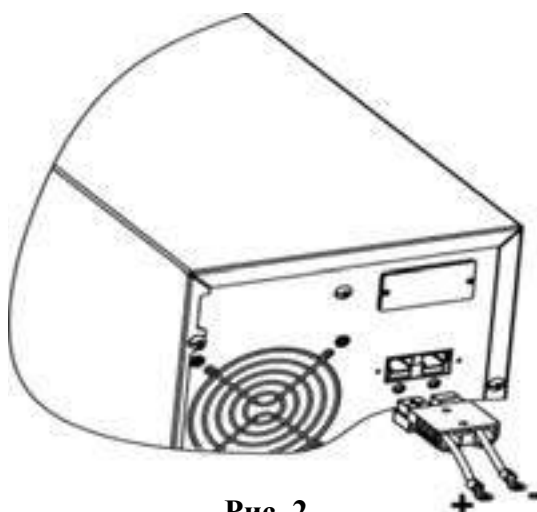

Рис. 2
**Подключение аккумуляторных батарей, соединенных последовательно (см. рис. 2 - 3):** У всех батарей должны быть одинаковые значения напряжения и емкости в ампер-часах. Сумма напряжений батарей должна равняться номинальному напряжению постоянного тока данного устройства. (см. ниже: Таблица 2).